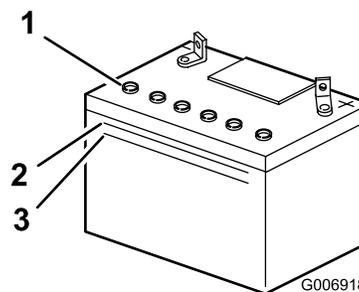

Figure 35
2. Observez le côté de la batterie. Le niveau de l'électrolyte doit atteindre le trait supérieur (Figure 35).
Remarque: Le niveau d'électrolyte ne doit pas descendre au-dessous du trait inférieur (Figure 35).
2. Enlevez les bouchons de remplissage (Figure 35).
3. Versez de l'eau distillée avec précaution dans chaque élément jusqu'à la partie inférieure du tube (Figure 35).